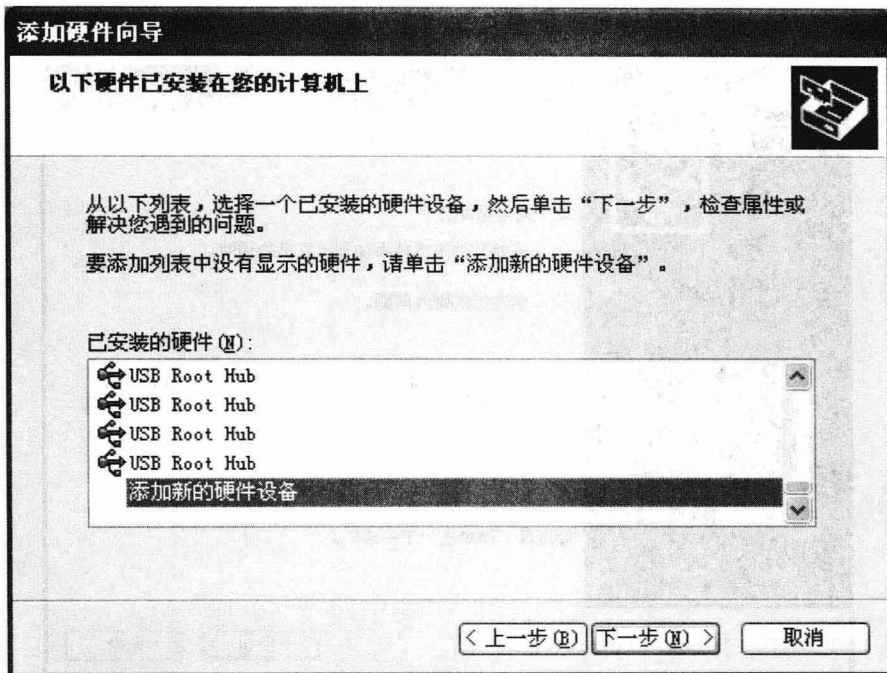

图 1-10 添加新的硬件设备
⑥ 点击“下一步”按钮，在出现的界面选择“添加新的硬件设备”，如图 1-10 所示。